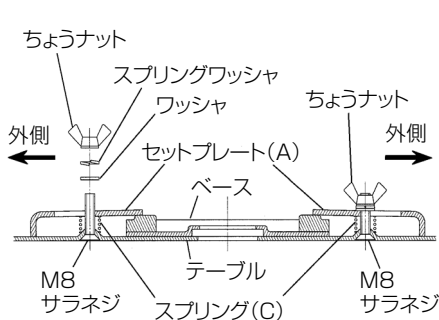
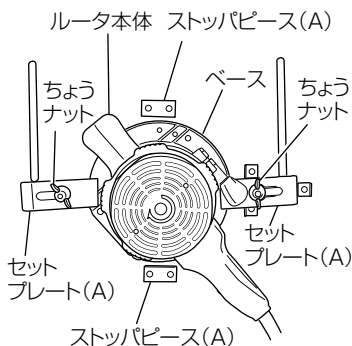

図 11
図 12
- (5) M8 サラネジにスプリング (C)、セットプレート (A)、ワッシャ、スプリングワッシャ、ちょうナットの順に取付けます。(図 11)
(図 11)
- (6) セットプレート (A) を外側へいっぱい寄せ、この状態でちょうナットを十分に締付け、ルータ本体をテーブルに確実に固定します。(図 11、図 12)